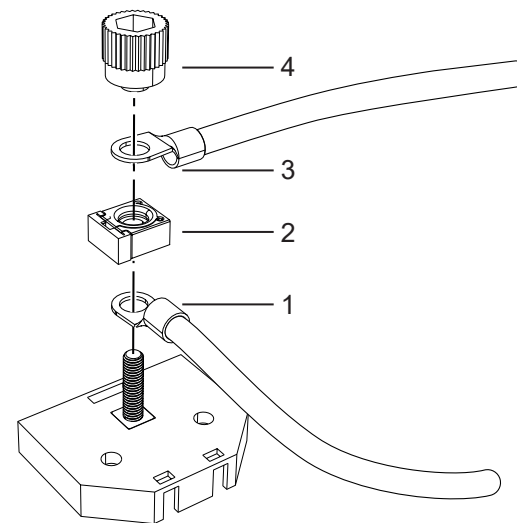

Abbildung 31. Die Sicherung einsetzen und die Verkabelung anschließen
2. Das Hauptstromkabel mit dem Anschlusspunkt verbinden und die Sicherung aufsetzen, siehe Abbildung 31:1 und Abbildung 31:2.
3. Ein Kabel des Pluspols der Batterie anschließen, siehe Abbildung 31:3.
4. Die Kabelanschlüsse und die Sicherung festdrehen. Die Kabel werden 90 ° bzw. 180 ° von einander montiert. Die Sicherung wird im rechten Winkel zu den Kabeln montiert, siehe Abbildung 31.